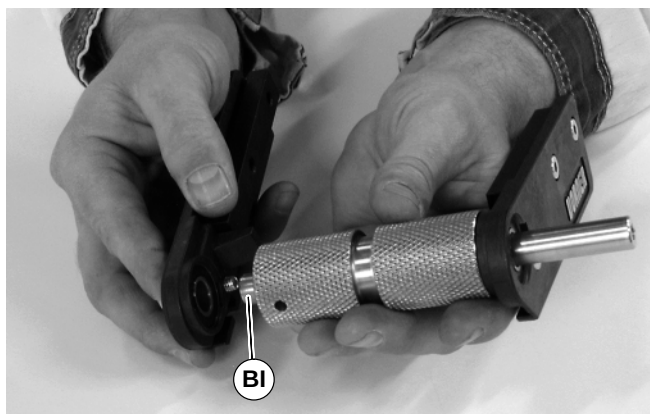

Abbildung 40
2. Nachdem das Lager in der vorderen Deckplatte installiert ist, das Lager auf den Achsenzapfen (BI siehe Abbildung 40) der Antriebswelle, der nicht angetrieben wird, drücken.